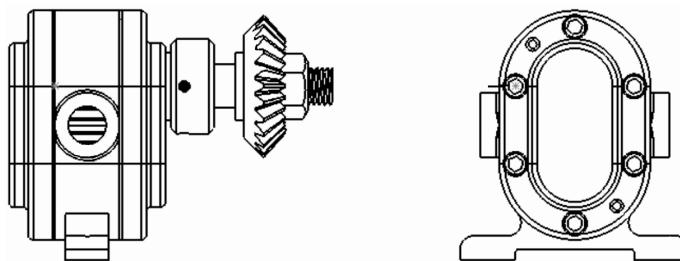

图 10-66 齿轮泵装配体视图
- 单击【确定】按钮 ，生成齿轮泵装配体视图，如图 10-66 所示。